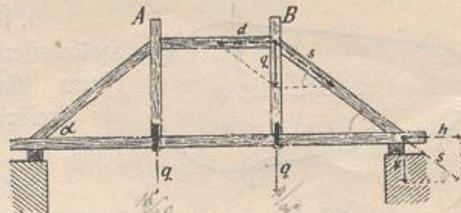

Fig. 25.
5. Von der Gesamtbelastung  $Q$  eines doppelten Hängewerkes (Fig. 25) wird auf jede Hängesäule die als Zug nach abwärts wirkende Kraft  $q = \frac{11}{30} Q$  übertragen.